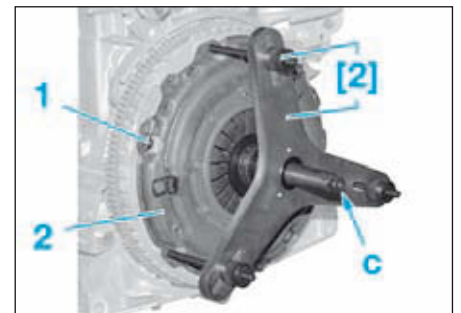

FIG.5
- l'outil de compression du mécanisme d'embrayage [2] (Fig.5).
- Comprimer le mécanisme d'embrayage (2) de 10 mm en agissant sur la vis centrale de l'outil [2] en (c).
- Reposer les 3 premières vis de fixation (1).
- Détendre le mécanisme d'embrayage (2).